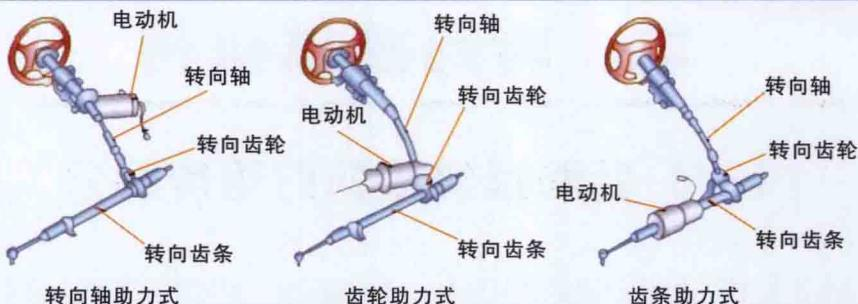

图1 直接助力式电动转向系统类型
2) 直助力式电动转向系统。根据电动机布置位置的不同，直助力式电动转向系统可以分为转向轴助力式、齿轮助力式、齿条助力式三种类型，如第5页图1所示。